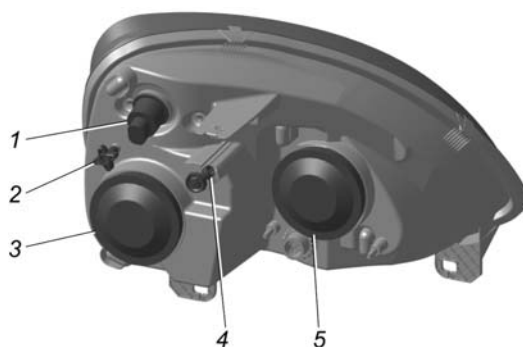

Рис. 8.6. Блок-фара:
**Головные фары.** Для замены ламп ближнего света и габаритного огня в блок-фаре необходимо снять резиновую крышку 3 (рис. 8.6).
- отрегулировать световые пучки ручками 2 (рис. 8.6) и через гнездо 4 поочередно для каждой фары.